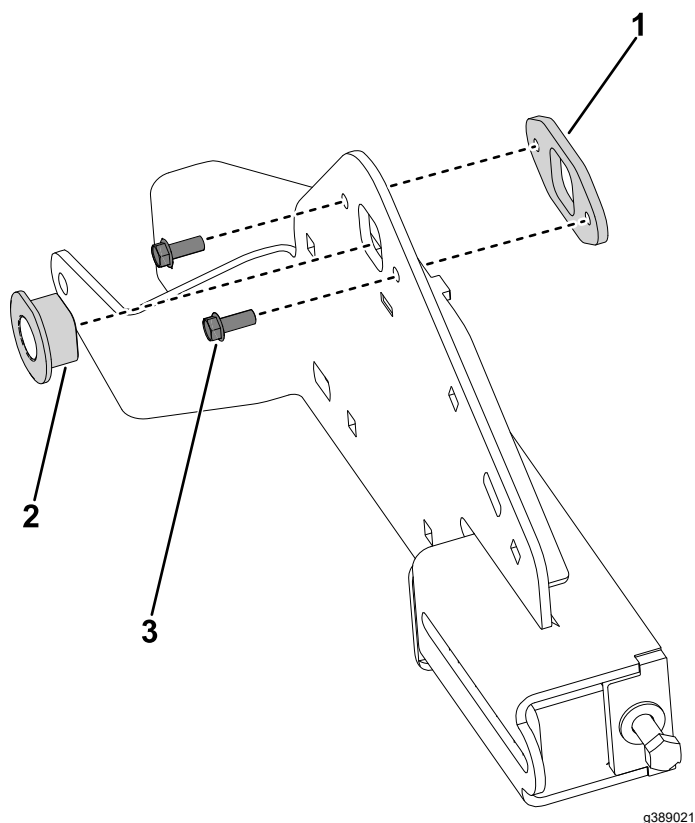

Bild 28
2. Bauen Sie die Achsbuchse in die Raupenstütze ein (Bild 28).
3. Montieren Sie die Achsbuchsenträger an der Raupenstütze und befestigen Sie diese mit den beiden Schrauben ($\frac{1}{4}" \times \frac{5}{8}"$) (**Bild 28**).